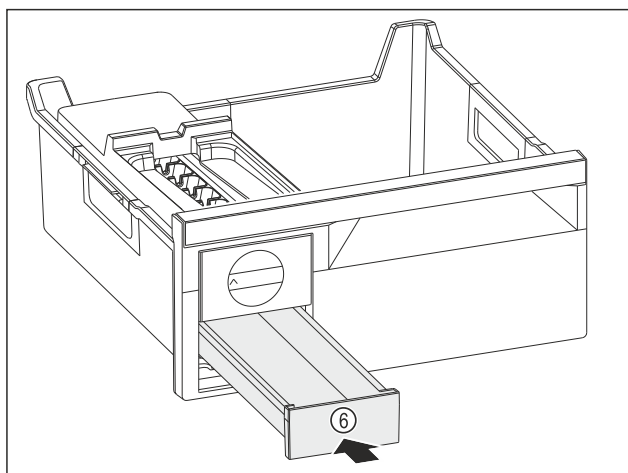

Fig. 81
- ▶ Spingere verso l'interno il cassetto del ghiaccio Fig. 81 (6).